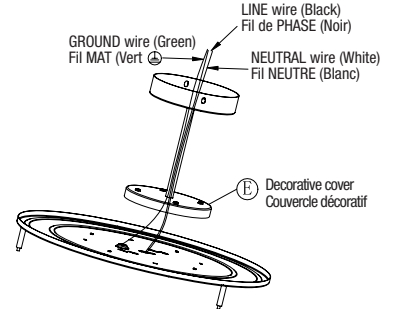

Fig. 4b
4. Pass the electrical wires of luminaire through the stem B (Fig. 4b).
4. Passer les fils électriques du luminaire dans la tige B (Fig. 4b).